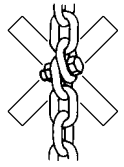

Fig. 5
- Lastketting niet knopen of met een bout, schroef, schroevendraaier of soortgelijks verkorten. De in het hijsgereedschap gemonteerde lastketting mag niet worden gerepareerd (Fig. 5).